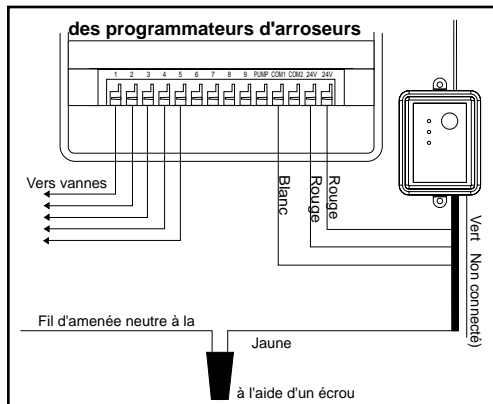

Figure 6: Câblage du minuteur de l'arroseur sans bornes de détecteur
3. Débrancher le fil neutre de la vanne du minuteur et connectez-le (à l'aide d'un écrou) au fil jaune (normalement fermé) du récepteur de pluie / gel. (voir figure 6)
5. Connectez les (2) fils